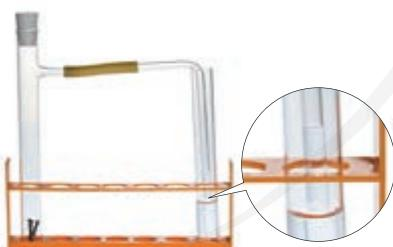

图 4-21 铁钉的吸氧腐蚀实验
(1) 将经过酸洗除锈的铁钉用饱和食盐水浸泡一下，放入图 4-21 所示的具支试管中。几分钟后，观察导管中水柱的变化，解释引起这种变化的原因。
(2) 取两支试管，分别放入两颗锌粒和等体积、等浓度的稀盐酸，观察现象。然后，向其中一支试管中滴加 1~2 滴硫酸铜溶液，再观察现象。解释产生不同现象的原因。